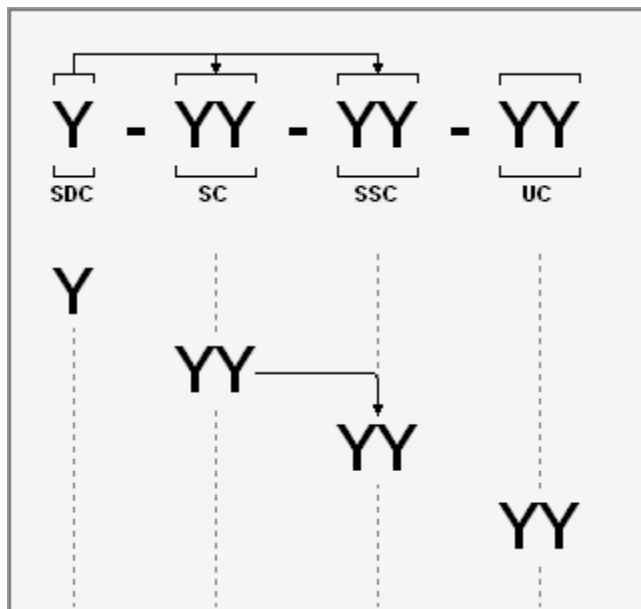

Рис. 2.33
Структура сегмента кода «Код стандартной системы нумерации» разработана (Рис. 2.33).
В верхней части схемы сегмента кода стрелки показывают, что отличительный код системы (SDC) применяется к полям «Код системы» (SC) и «Код подсистемы» (SSC) (Рис. 2.33). Это означает, что система и подсистема могут иметь разные конфигурации – А, В и т.д.